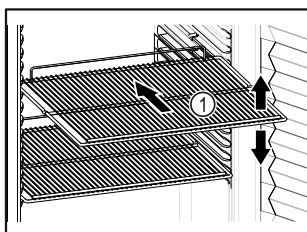

Fig. 59 Примерное изображение
- Если имеются решетчатые полки Fig. 59 (1), отрегулируйте высоту их установки.